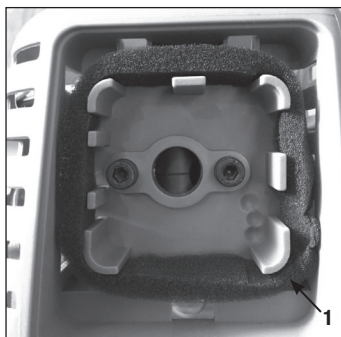

Рис. 17 Обслуживание
2. Извлеките фильтрующий элемент 1 (Рис. 17).